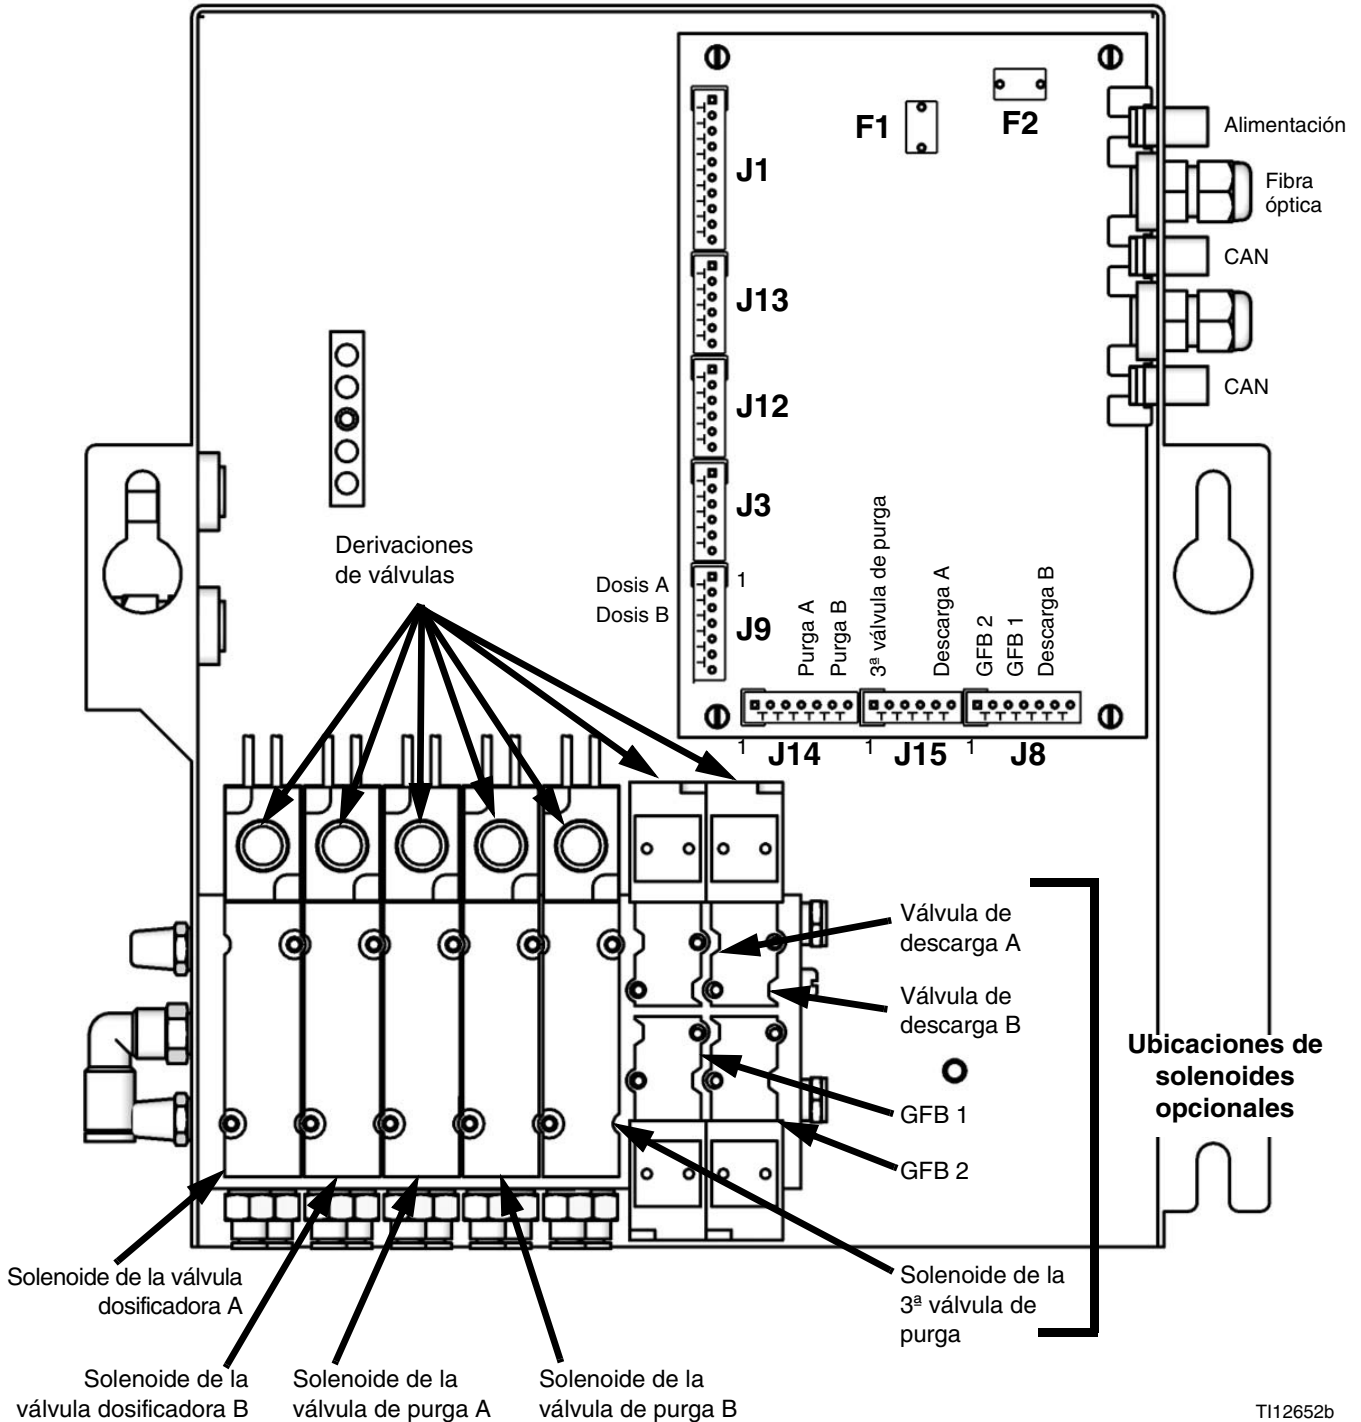

FIG. 4: Tarjeta de la estación de fluido y solenoides
2. Con la pistola disparada, pulse la derivación manual en los solenoides de las válvulas dosificadoras A y B para aliviar la presión. Consulte FIG. 4.
5. Con la pistola disparada, pulse la derivación manual en los solenoides de las válvulas de purga A y B para aliviar presión de aire y de disolvente. Consulte FIG. 4. Verifique que la presión de disolvente se haya reducido a 0.
3. Pulse y mantenga pulsada la derivación del solenoide de la válvula de descarga A. FIG. 4.
5. Pulse y mantenga pulsada la derivación del solenoide de la válvula de descarga B. FIG. 4.
7. Pulse y mantenga pulsada la derivación del solenoide de la válvula de descarga A. FIG. 4.
9. Pulse y mantenga pulsada la derivación del solenoide de la válvula de descarga B. FIG. 4.
3. Fallo del solenoide.	<p>Accione manualmente las válvulas, para ello retire la cubierta de la estación de fluido y pulse y suelte las teclas de derivación de las válvulas de solenoide. FIG. 4.</p> <p>Utilice el diagnóstico de la tarjeta de control para comprobar las señales. Si las señales no se producen correctamente, vaya a Causa 4.</p> <p>Las válvulas deben abrirse y cerrarse rápidamente. Si las válvulas reaccionan lentamente, esto se puede deber a:</p> <ul style="list-style-type: none"> • Presión de aire demasiado baja en los mecanismos de accionamiento de la válvula. Vea Causa 1. • El solenoide está obstruido. Asegúrese de que el suministro de aire tenga un filtro de 5 micras instalado. • Algo restringe el solenoide o la tubería. Verifique la salida de aire en la tubería de aire para el solenoide correspondiente cuando se acciona la válvula. Elimine la restricción. • Una válvula dosificadora se ha girado demasiado hacia adentro. Vea el manual de funcionamiento del ProMix 2KS para la configuración. • La presión de fluido es alta y la presión de aire es baja. • El sello de fluido de la válvula ha fallado. Ver el correspondiente manual de la válvula para obtener información acerca de la reparación.